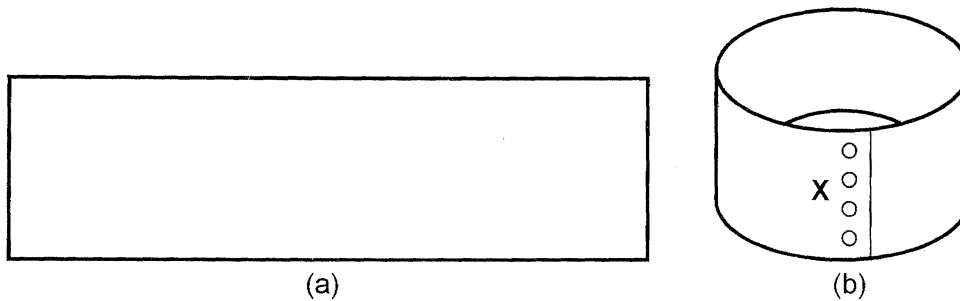

Figure 1
1. Figure 1(a) shows a metal sheet of 1.5 mm thickness used to form a product such as in Figure 1(b). Drilling and riveting process is done to join the part labelled X on the product. *Rajah 1(a) menunjukkan satu kepingan keluli 1.5 mm ketebalan digunakan untuk membentuk produk seperti di Rajah 1(b). Proses menggerudi dan merivet dilakukan untuk menyambung bahagian bertanda X pada produk itu.*